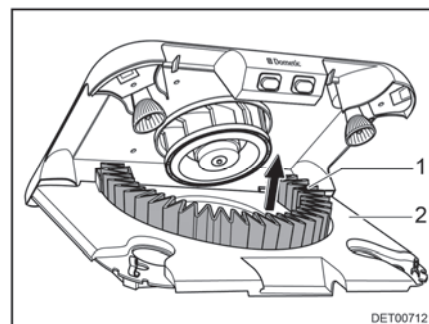

Fig. 165 Remplacer le filtre à charbon actif
- Retirer le filtre à charbon actif (Fig. 165,1) de son support par le haut.
- Pivoter le support à filtre (Fig. 165,2) vers le haut jusqu'à ce qu'il s'encastre.